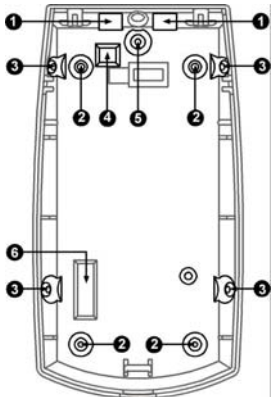

Fig 1 Knockout holes I Orificios troquelados I Troues de débouchure I Fori ciechi I Otwory montażowe
3. Break out the desired holes for proper installation (Fig. 1 – 2) for flat mount or Fig. 1-3 for corner mount) Use 4 screws type 3x30mm.
4. The circular and rectangular indentations at the bottom base (Fig. 1- 1, Fig. 1-4) are the knockout holes for wire entry.
3. Haga los agujeros deseados para una instalación correcta ((Fig. 1 - 2) para enmarcar en lo plano o (Fig. 1 - 3) para enmarcar en la esquina) Use 4 tornillos de tipo 3x30mm.